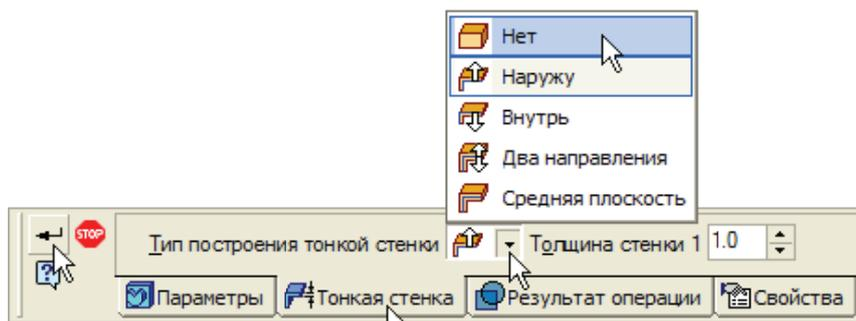

Рис. 7.7
- Откройте список **Тип построения тонкой стенки** и укажите вариант **Нет** (рис. 7.7).